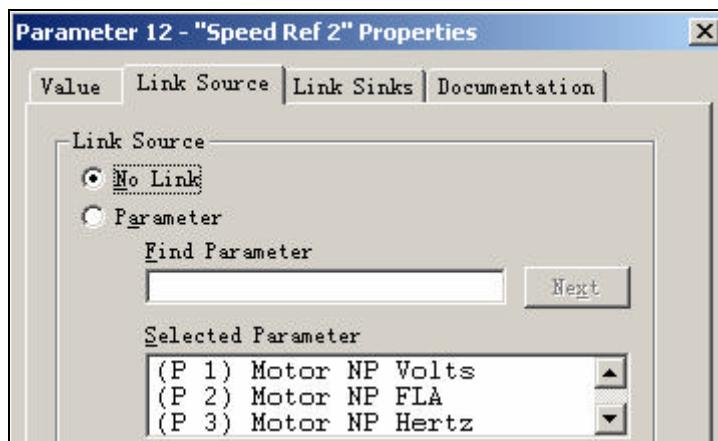

图 6-28 删 除参数 12 [Speed Ref 2]的连接
16) 双击 P12[Speed Ref 2] 选择 Link Source 标签并选择 No Link ,以删除参数 12 [Speed Ref 2]的连接，然后点击 OK。操作如图 6-28 所示。